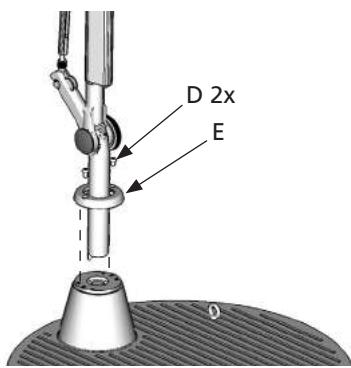
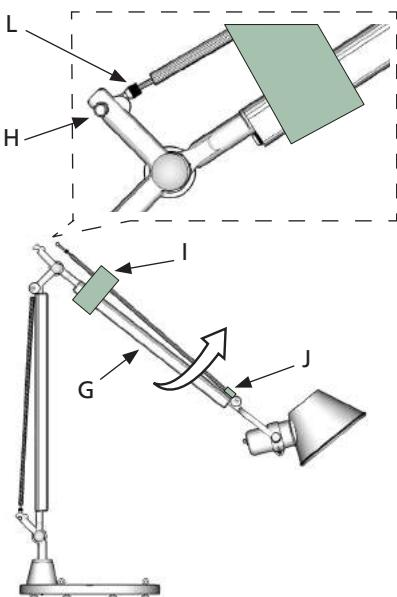

Fig. 4
Fig. 5
Inserire il corpo lampada nella base (fig.4). Bloccare la ghiera E avitando le viti D nei fori prescelti. Sollevare il braccio G ed inserire il perno H nell'apposita sede SENZA RIMUOVERE LE PROTEZIONI I e J (fig. 5).
Insérer le corps de la lampe dans la base (fig.4). Bloquer la bague E en serrant les vis D dans les trous. Soulever le bras G et insérer le pivot H dans le siège approprié SANS RETIRER LES PROTECTIONS I et J (fig. 5).
Insert the lamp body into the base (fig. 4). Lock the locking ring (E) by tightening the screws (D) into the selected holes.
Lift the arm (G) and insert pin (H) into the relevant hole WITHOUT REMOVING THE COVERS (I) and (J) (fig. 5).
Den Lampenkörper C in den Sockel (D) einsetzen (Abb. 4). Die Schrauben D in die gewählten Bohrungen schrauben, um den Ring E zu blockieren.
Den Arm G heben und den Stift H in seine Aufnahme stecken OHNE DIE ABDECKUNGEN I und J ZU ENTFERNEN (Abb. 5).